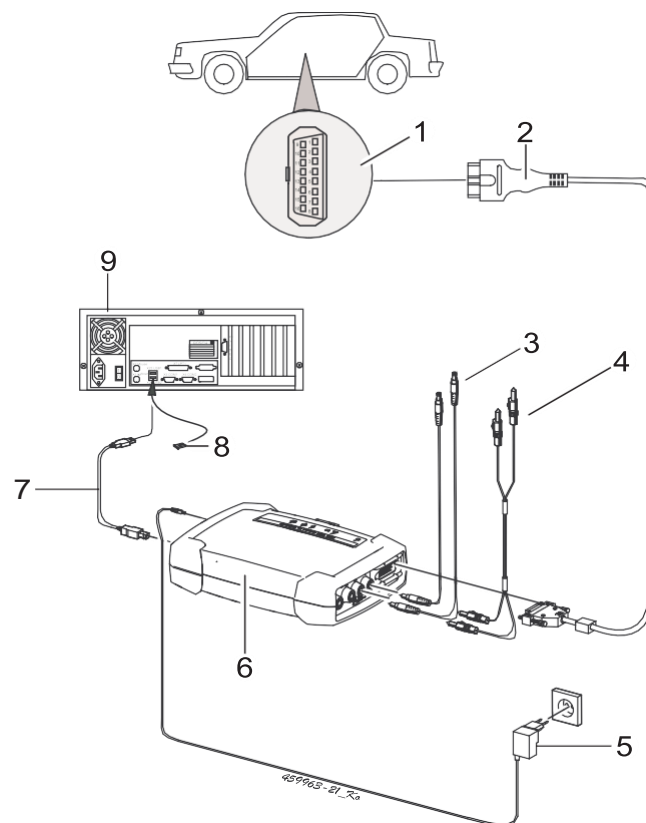

Рис. 6: Схема соединений на примере KTS 590
- R соединительному проводу OBD (рис. 6, поз. 2) или